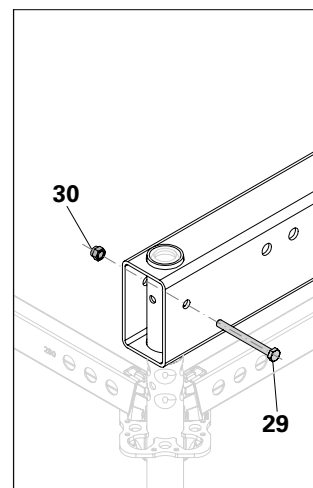

Fig. A8.01b
2. Fastgør boltene (**29**) og møtrikkerne (**30**) på teltbjælken og søjlen, hver teltbjælke, 2x. (Fig. A8.01b)